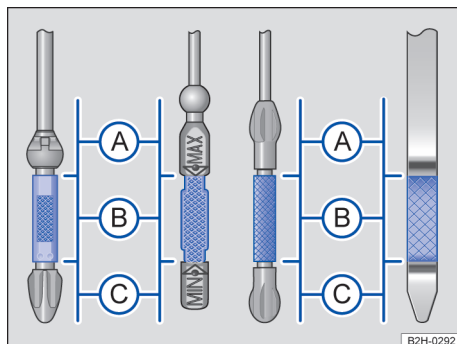

Fig. 173 Vareta de medição do óleo do motor com marcas de nível de óleo do motor.
Em caso de alta demanda do motor, o nível do óleo do motor deve estar na área permitida → Fig. 173 (B), por exemplo, em longas conduções por estradas durante o verão, na condução com reboque → Página 180 ou durante travessias de montanhas.
7. Retirar novamente a vareta de medição do óleo do motor e ler o nível no óleo do motor na vareta de medição da seguinte maneira → Fig. 173:
13. No final do processo de reabastecimento, o nível do óleo do motor deve estar, ao menos, no meio da faixa → Fig. 173 , mas nunca acima disso → .
14. Se tiver sido reabastecido muito óleo do motor acidentalmente e depois o nível de óleo do motor estiver na faixa → Fig. 173 , **não ligar o motor** e notificar uma Concessionária Volkswagen ou uma empresa especializada.
- Não ligar o motor se o nível do óleo do motor estiver na faixa → Fig. 173 (A), notificar uma Concessionária Volkswagen ou uma empresa especializada. Caso contrário, o catalisador e o motor podem ser danificados!
O nível do óleo do motor não deve, em nenhuma hipótese, estar acima da faixa → Fig. 173 (B). Caso contrário, o óleo pode ser aspirado pelo dispositivo de ventilação do cárter e chegar à atmosfera por meio do sistema de escape.
Se a luz de controle acender-se, o óleo do motor deve ser reabastecido até o **limite superior da faixa** → Fig. 173 (B).
Caso seja reabastecido apenas pouco óleo do motor (**não** até o limite superior da faixa → Fig. 173 (B)), a luz de controle pode apagar-se primeiramente e, depois de aproximadamente 100 km, acender novamente. Neste caso, o óleo do motor deve ser completado até o limite superior da faixa → Fig. 173 (B).